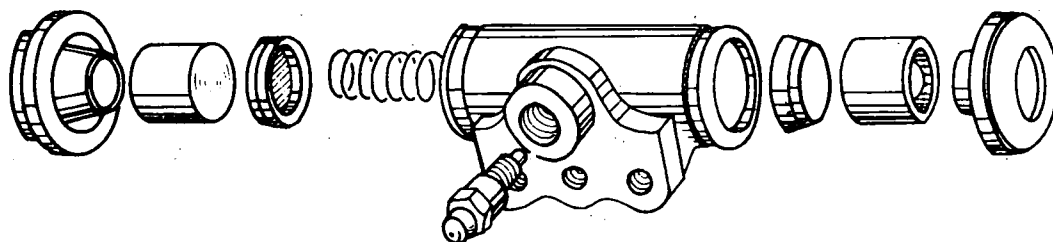

Fig. 5
- b Coloque a mola, gaxetas, êmbolos e coifas de proteção (fig.5).